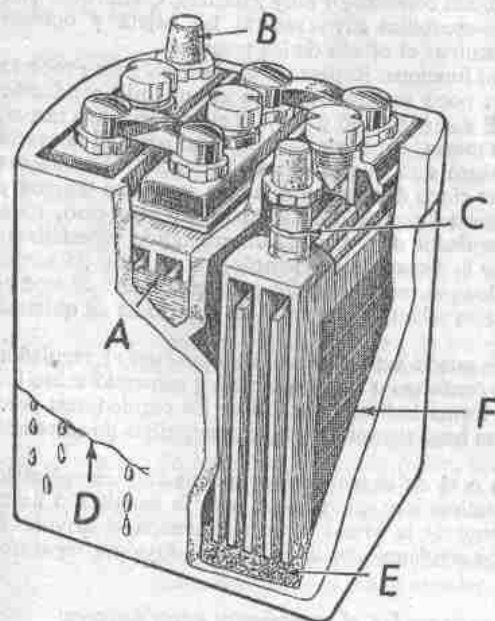

Fig. 244.—Averías en las baterías de acumuladores.
d) Las averías internas más corrientes, propias de las baterías, son (fig. 244) las siguientes: